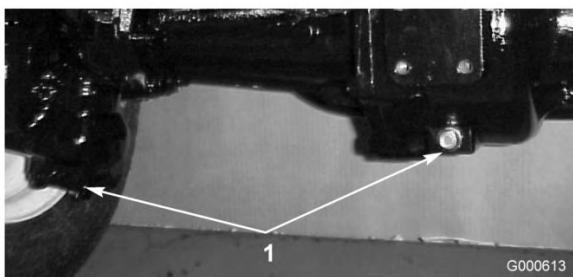

Figure 48
2. Nettoyez la surface autour des 3 bouchons de vidange, 1 à chaque extrémité et 1 au centre (Figure 48).